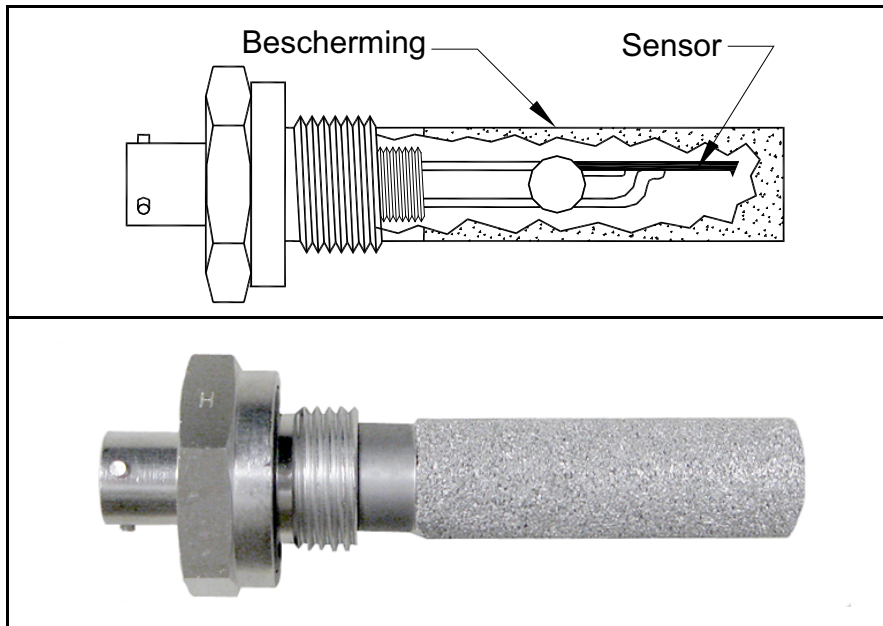
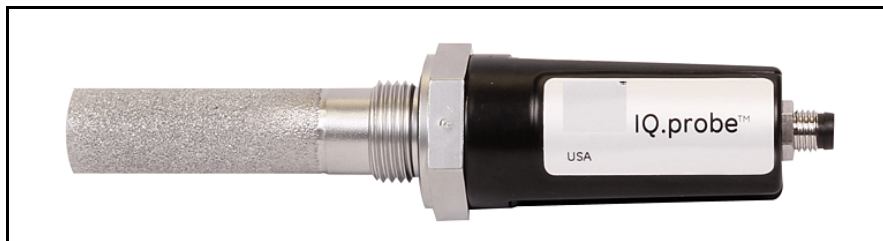

Figure 2: M Series sonde
Figure 3: IQ.sonde
De *vochtsonde* is het deel van het systeem dat rechte reeks in contact komt met het procedé. De **dew.IQ** gebruikt Panametrics **M Series** sonde (zie *Figure 2* hieronder) of een **IQ.sonde** (zie *Figure 3* hieronder) om de dauwpunttemperatuur in °C of °F te meten. Het sensorgeheel wordt vastgemaakt op de sondevoet en wordt beschermd met een sinterend roestvrijstalen schild (zie *Figure 2* hieronder).
- Sonde M Series (zie *Figure 2 on page 2*)
- IQ.sonde (zie *Figure 3 on page 2*)